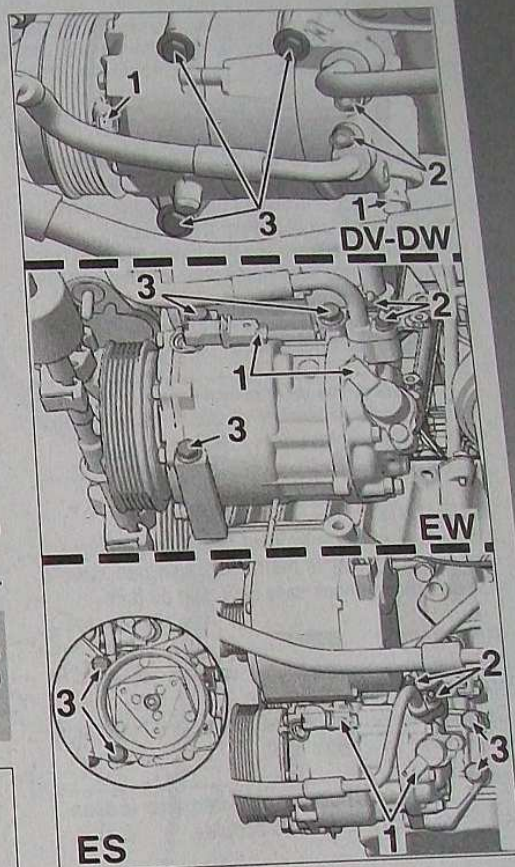

FIG. 19
Débrancher les connecteurs (1) (Fig.19)